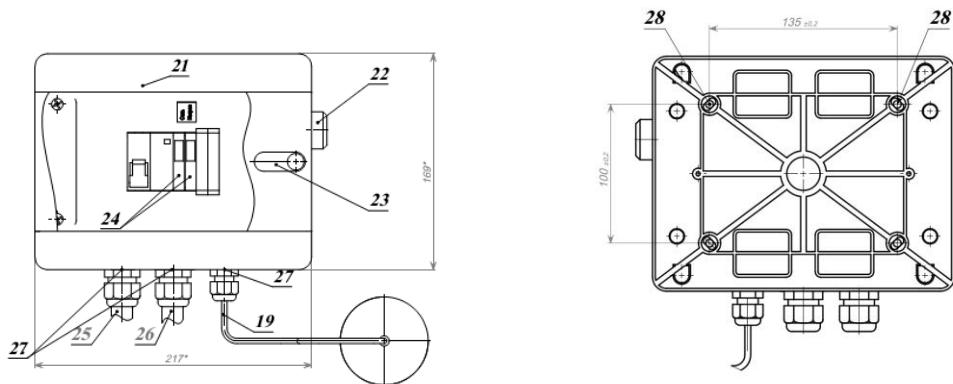

Рисунок 1. Аквадистилляторы электрические ДЭ-М
4.1. Принцип действия аквадистиллятора основан на конденсации отсепарированного пара. Основными частями изделия являются: испаритель 9 с сепараторами 10, конденсатор 8, электронагреватели 11, уравнитель 17, датчик 7 с выключателем бесконтактным 6, основание 15 и электрощит 21 (рис.1). В испарителе вода нагревается электронагревателями до кипения. Образующийся пар поступает через сепараторы в конденсатор, конденсируясь, вытекает в виде дистиллята через ниппель 1. Водопроводная вода непрерывно подается через штуцер 12 в конденсатор и по трубке 5 через уравнитель поступает в испаритель. Испаритель заполняется водой до установленного уровня. По мере выкипания вода будет поступать в испаритель частично, основная же ее часть через отвод 14 будет сливаться в канализацию.
- включение аппарата без установленного датчика 7 (см. рис.1)
- 6.12.1. ДЭ-25М: подключите электрощит 21 к сети 380В переменного тока, через автоматический выключатель, с помощью сетевого кабеля 25 (фазные проводники L1 L2 L3) (см. рис.1), желто-зеленая жила подключается к заземляющему проводнику (PE), а голубая нулевая жила подключается к нулевому рабочему проводнику (N).
- 6.12.2. ДЭ-10М: подключите электрощит 21 к сети 380В переменного тока, через автоматический выключатель, с помощью сетевого кабеля 25 (фазные проводники L1 L3) (см. рис.1), желто-зеленая жила подключается к заземляющему проводнику (PE), а голубая нулевая жила подключается к нулевому рабочему проводнику (N).
- 6.12.3. ДЭ-4М: подключите электрощит 21 к сети 220 В переменного тока через автоматический выключатель с помощью сетевого кабеля 25 (см. рис.1) Жила А - подключается к нулевому проводу,
6.13.2. ДЭ-10М: подсоедините фазные жилы подводящего провода 26 от электрощита к зажимам 2,4, нулевую жилу (голубого цвета) к зажиму перемычки 1-3, а земляную жилу (желто/зеленого цвета) к зажиму «земля» (рис.1; 2.2 и таблицы 3.2.).
6.14. Снимите с датчика 7, подключенного к электрощиту, крышку и проверьте ход поплавка на выключателе бесконтактном 6. Установите крышку на датчик 7. Установите датчик 7 на аквадистиллятор. (см. рис.1)